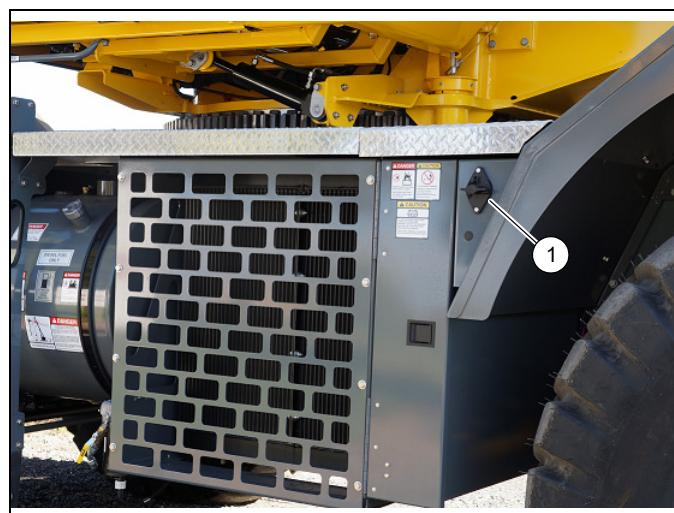

FIGURA 3-26
Compruebe que la manija del interruptor de las baterías (1) (Figura 3-26) esté en la posición ON (encendido) (la manija se ilustra en la posición de apagado).